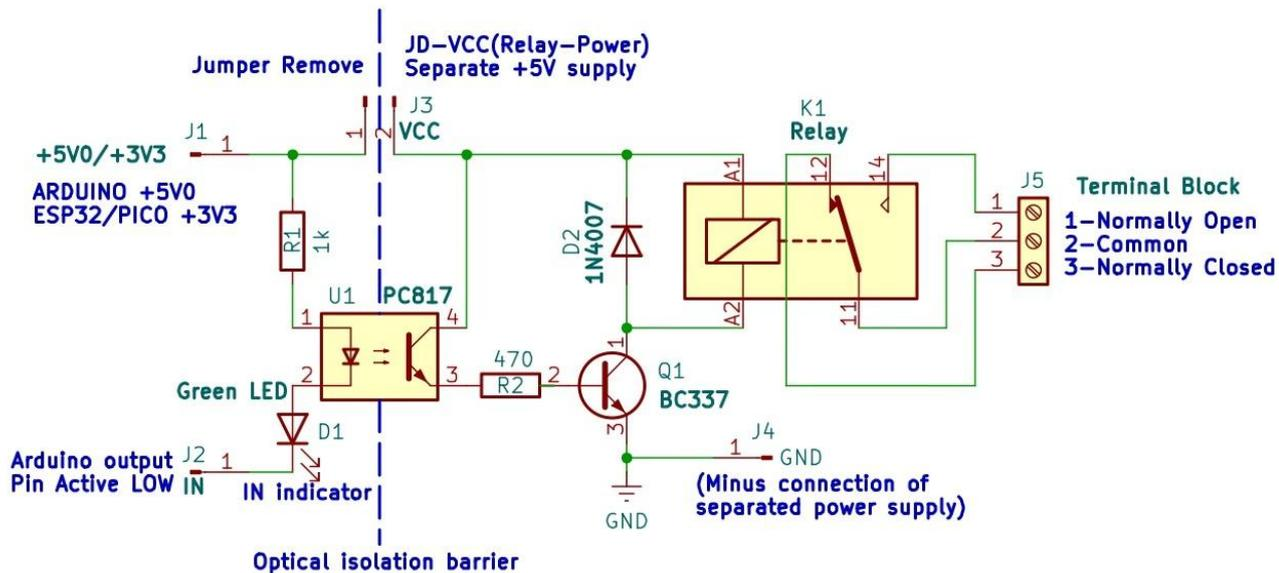

Fig. 1 Circuito electrónico.
- Circuito electrónico del proyecto. Fig. 1.